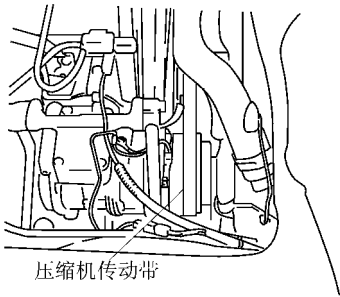

图 19-25 保持传动带垂直位置
- 2) 传动带安装后如图 19-25 所示, 应保持在垂直位置。